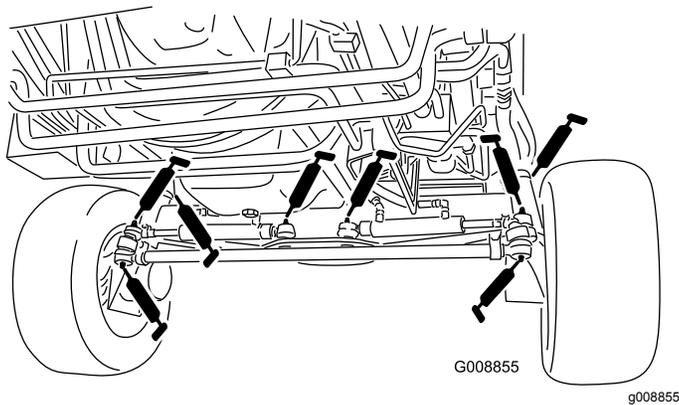

Figure 87
- 4 rotules de vérin de direction (Figure 87)
- 2 rotules de biellettes (Figure 87)
- 2 bagues de pivots de fusées (Figure 87)